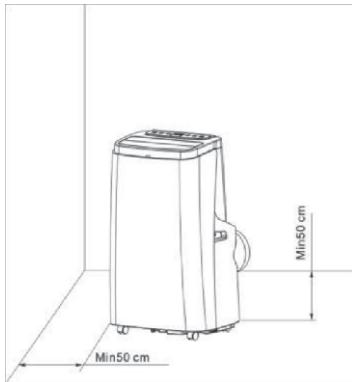

Bild 4
1. Flytta luftkonditioneringen med installerad värmeslang och tätningsar framför fönstret där avståndet mellan apparat och väggar eller andra föremål ska vara minst 50 cm (som visas i bild 4).